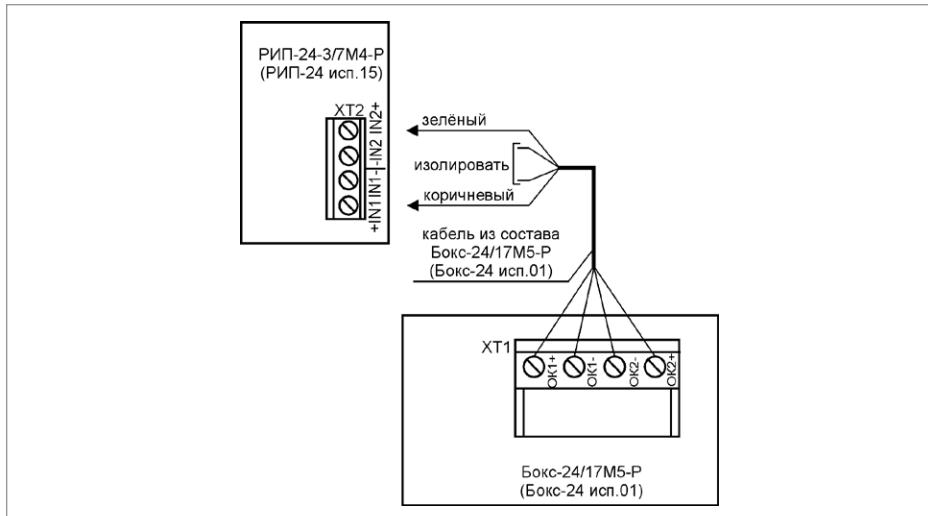

Рисунок 13. Схема подключения Бокс-24 исп.01 (Бокс-24/17М5-Р) к РИП
- Схема подключения Бокс-24 исп.01 (Бокс-24/17М5-Р) (далее - Бокс) представлена на рис.13. Кабель подключения Бокса к РИП входит в комплект поставки Бокса и подключен к колодке XT1.